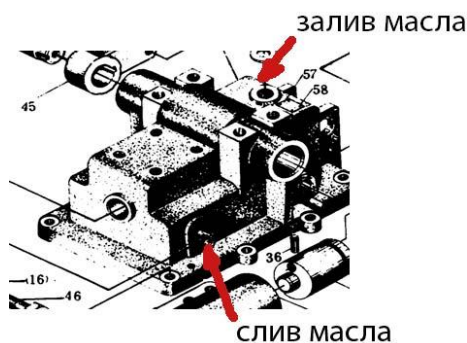

Рис. 3-19. Заливное и сливное отверстия на корпусе гидробака.
1. Проверить уровень масла в корпусе гидробака. Уровень масла должен находиться между метками на масломерной линейке. Залив и слив масла из корпуса гидробака производится из соответствующих отверстий на корпусе (рис. 3-19).